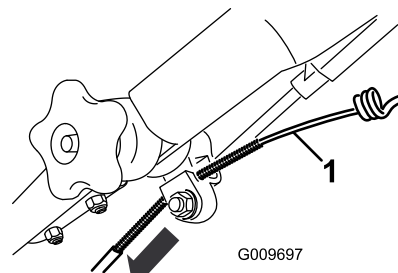

Figura 50
- Tirate verso il basso la guaina del cavo fino ad eliminare l'imbandito del cavo esposto (Figura 50).